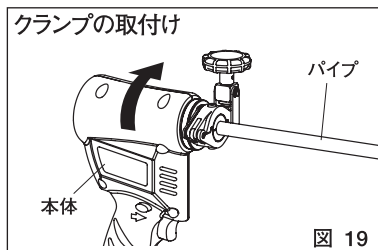

図 19
* 本体の切り欠き位置 (差込口) にクランプの突起部を合わせてセットし本体を図19の矢印の方向に「カチッ」とはめ込んでください。ノッチで固定されます。